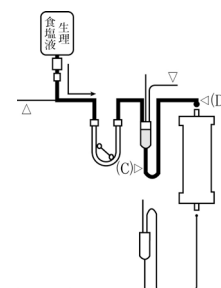

図 2 血液回路の洗浄 2
- (3) 脱血回路の本製品との接続口まで生理食塩液を満たす。(図 2)